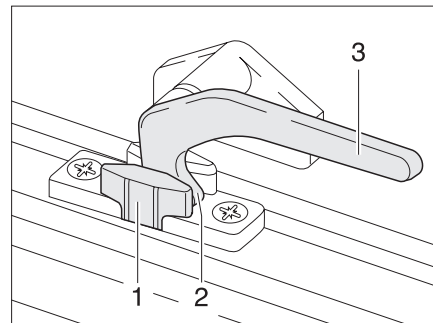

Bild 26 Låsarm i läget "Kontinuerlig vädning"
- I läget "Kontinuerlig vädning" (Bild 26)
- ▶ Sväng låsarmen (Bild 26,3) ett kvarts varv mot fönstrets mitt.
- ▶ Sväng låsarmen ett kvarts varv mot fönsterkarmen. Därvid måste lässpaken (Bild 26,2) föras in i spåret på fönsterlåset (Bild 26,1).